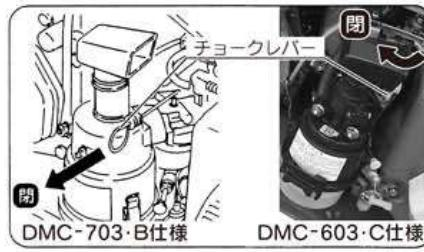

図12
- ③ チョークレバーを引いてチョークを閉じてください。（夏期間やエンジンが暖かいときは、チョークを作動させる必要はありません）（図12）